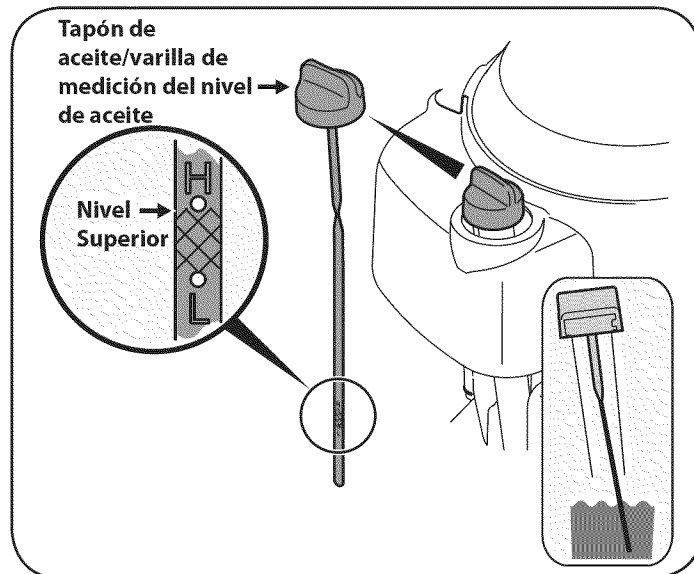

Figura 11
2. Inserte la varilla en el cuello de llenado de aceite. Gire la varilla de 1 / 4 vuelta en la posición de bloqueo en su totalidad asiento. Vea la Figura 11.
4. Si el nivel está bajo, agregue aceite lentamente hasta el límite superior de la varilla de medición. Vea el recuadro de la Figura 11.